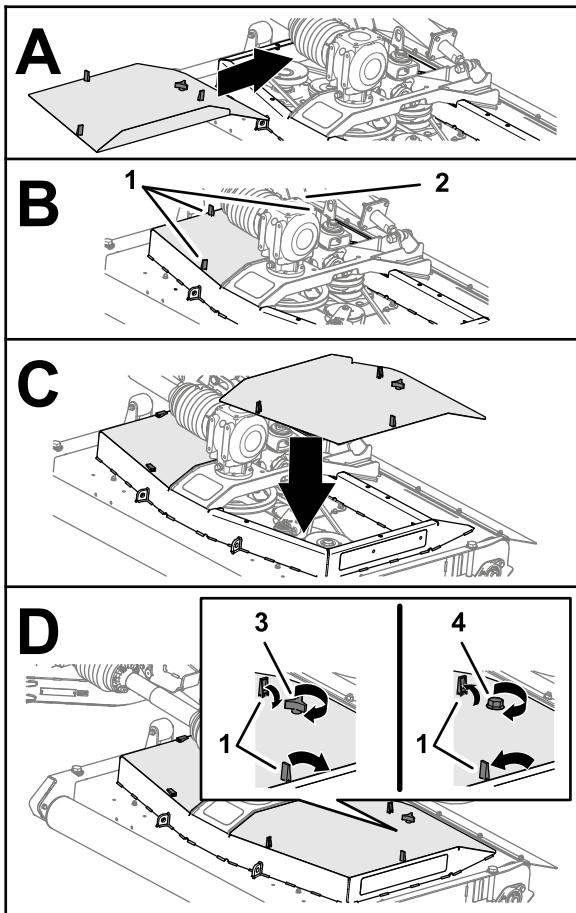

Figura 47
- Allineate i fermi del coperchio del piatto di taglio del tosaerba con i fori nel relativo piatto (Figura 47).
- Montate il coperchio del piatto di taglio sul piatto di taglio del tosaerba (Figura 47).
- Fissate il coperchio (Figura 47) come segue:
- Fissate i 3 fermi del coperchio al piatto di taglio (Figura 47).
- Ripetete i passaggi da **1** a **4** per gli altri coperchi rimossi (Figura 47).